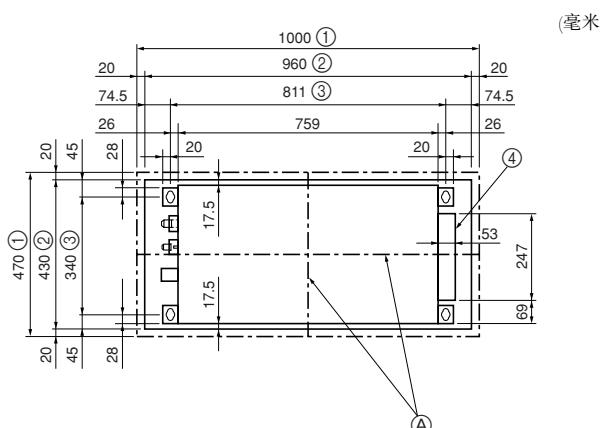

Fig. 2-3
2.3. 天花板开口及挂环螺栓的安装位置 (Fig. 2-3)